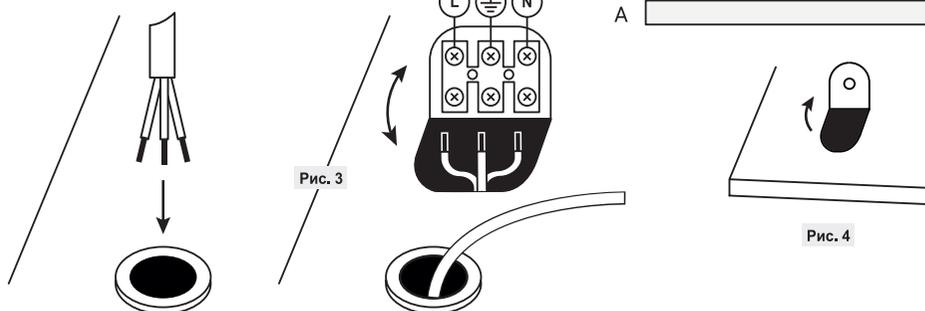

Рис. 3
- Присоедините подгтовленные концы кабеля к позициям L, N, ⊕ (Рис. 3). Загните колодку обратно в панель.